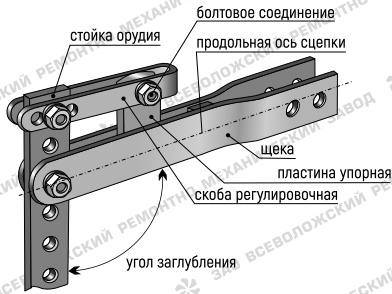
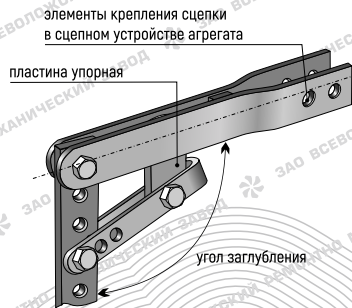

Рисунок 1. Установка сцепки опорной пластиной вверх (стандартно).
Рисунок 2. Установка сцепки опорной пластиной вниз
- установите и закрепите сцепку в сцепном устройстве агрегата упорной пластиной или винтом вверх, см. рисунок 1, 4 [при необходимости увеличения рабочей высоты стойки навесного орудия возможна установка сцепки упорной пластиной (винтом) вниз, см. рисунок 2];
- разверните регулировочную скобу или винт из транспортного положения в рабочее [см. рисунок 1, 2, 3, 4], и отрегулируйте угол заглабления орудия совмещением соответствующих отверстий в стойке и регулировочной скобе (ступенчато), либо вращением регулировочного винта (плавно). Заданный угол заглабления зафиксируйте крепежом из состава сцепки;